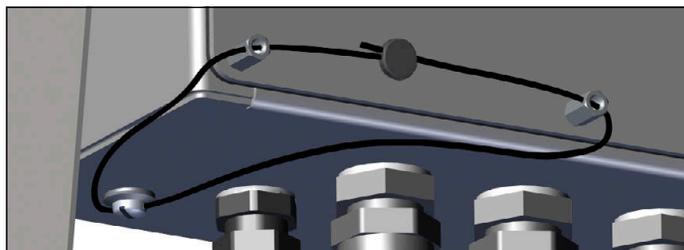

Figure 2-11. Scellage de l'unité 882D
2. Placez le fil de plomb à sceller à travers les entretoises hexagonales percées sur la plaque arrière, puis à travers la vis à tête cylindrique en bas du boîtier, comme indiqué dans la Figure 2-11.